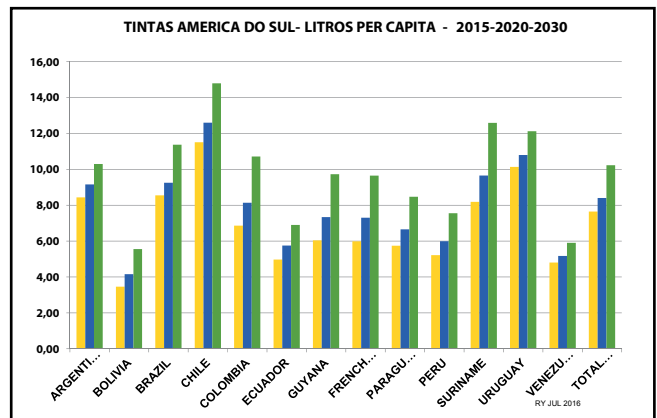

Figura 3. Proyección del Consumo de Pinturas para el 2030
Los estudios de Rácz, Yamaga y Asociados indican que el consumo de pinturas crece juntamente con el aumento del poder de compra de la población en la región como un todo. El modelo seleccionado para proyectar el poder de compra, enfoca el crecimiento de la clase media como proyectado por Cárdenas y otros, para el Instituto Brookings en el 2011 (ref 2) para cada país para los próximos 15 años, (Figura 3). El artículo de Rácz & Yamaga publicado en el ECJ (ref 3), demuestra la relación entre el consumo per cápita de pinturas y el crecimiento de la clase media en cada país. El valor el mercado total de pinturas en América del Sur fue de 8,4 BI USD en el 2015 (a precios de la industria) y debe llegar a 12,0 BI USD en el 2020, aproximándose a los 22 Billones de USD en el 2030 con un volumen de 4,8 BI litros. Esta es una proyección conservadora con un crecimiento en